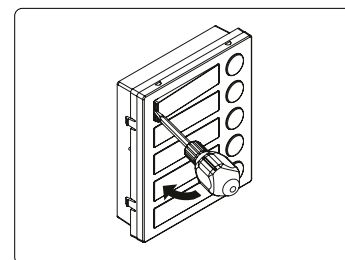

Fig. 11
- Fare leva con il cacciavite come mostrato in Fig. 11 per rimuovere il porta-cartellino (fare attenzione a non ammaccare la placca).